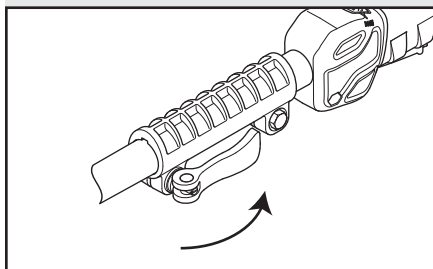

Fig. 2
3. Une fois que le tube de la souffeuse est inséré à fond dans le raccord de verrouillage, poussez sur le levier pour le refermer sur le raccord et verrouiller l'assemblage (Fig 2).